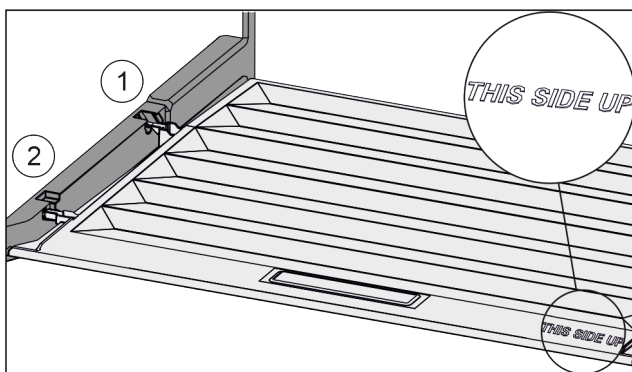

Fig. 32
- Výstupky víka zavedte do zadních držáků Fig. 32 (1) a vpředu zaklesněte do držáku Fig. 32 (2).